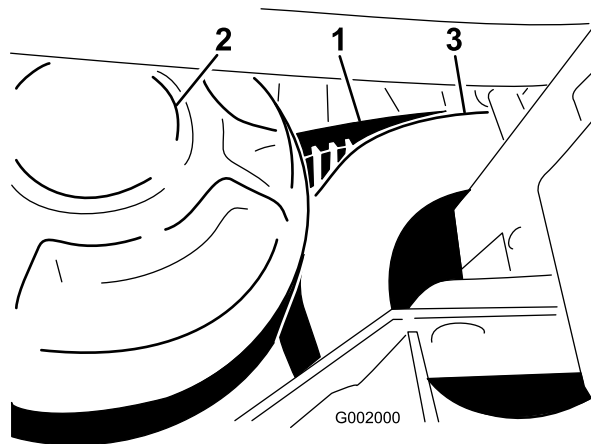

Figura 65
1. Rode e coloque a correia sobre a embraiagem secundária (Figura 65).